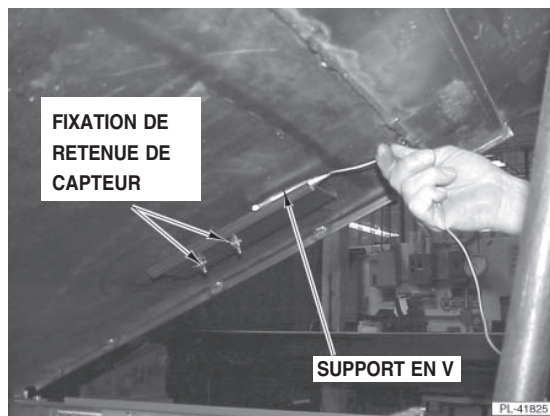

Fig. 17
7. Glisser le bulbe du thermostat dans le support en V (Fig. 17). Bien enrouler le tube capillaire excédent sans faire de pli et le déposer devant le bouclier thermique. Ne pas écraser le fil au moment de remettre en place le couvercle des commandes.